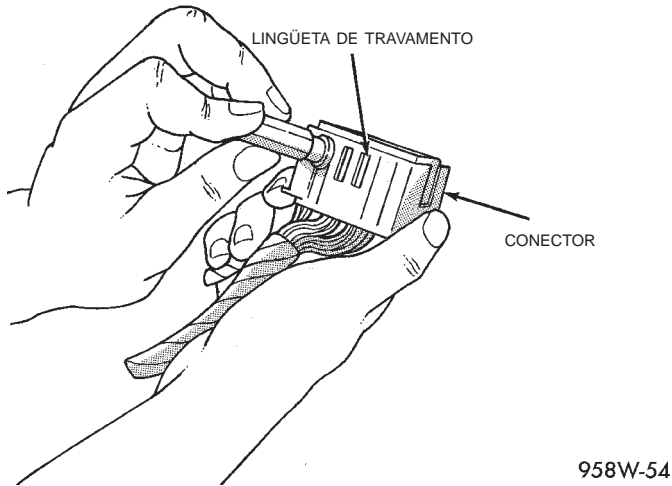

Fig. 17 Conserto do Conector Augat
- (1) Desconecte a bateria.
- (2) Desconecte o conector de sua metade de contato/componente.
- (3) Pressione a lingüeta de travamento amarelo do conector para liberar os terminais (Fig. 17).